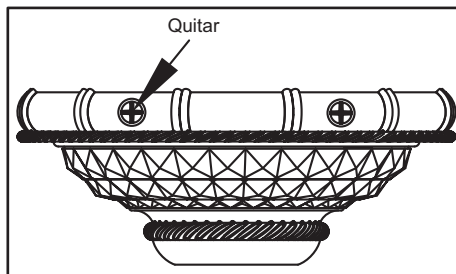

Figura 4
1. Retira la placa de montaje de la cubierta aflojando los cuatro tornillos de la parte superior de la misma (Figura 4).
2. Asegura la cubierta en su lugar con los cuatro tornillos de montaje retirados en el paso 1 tal como se describe en la página 4 (Figura 4).